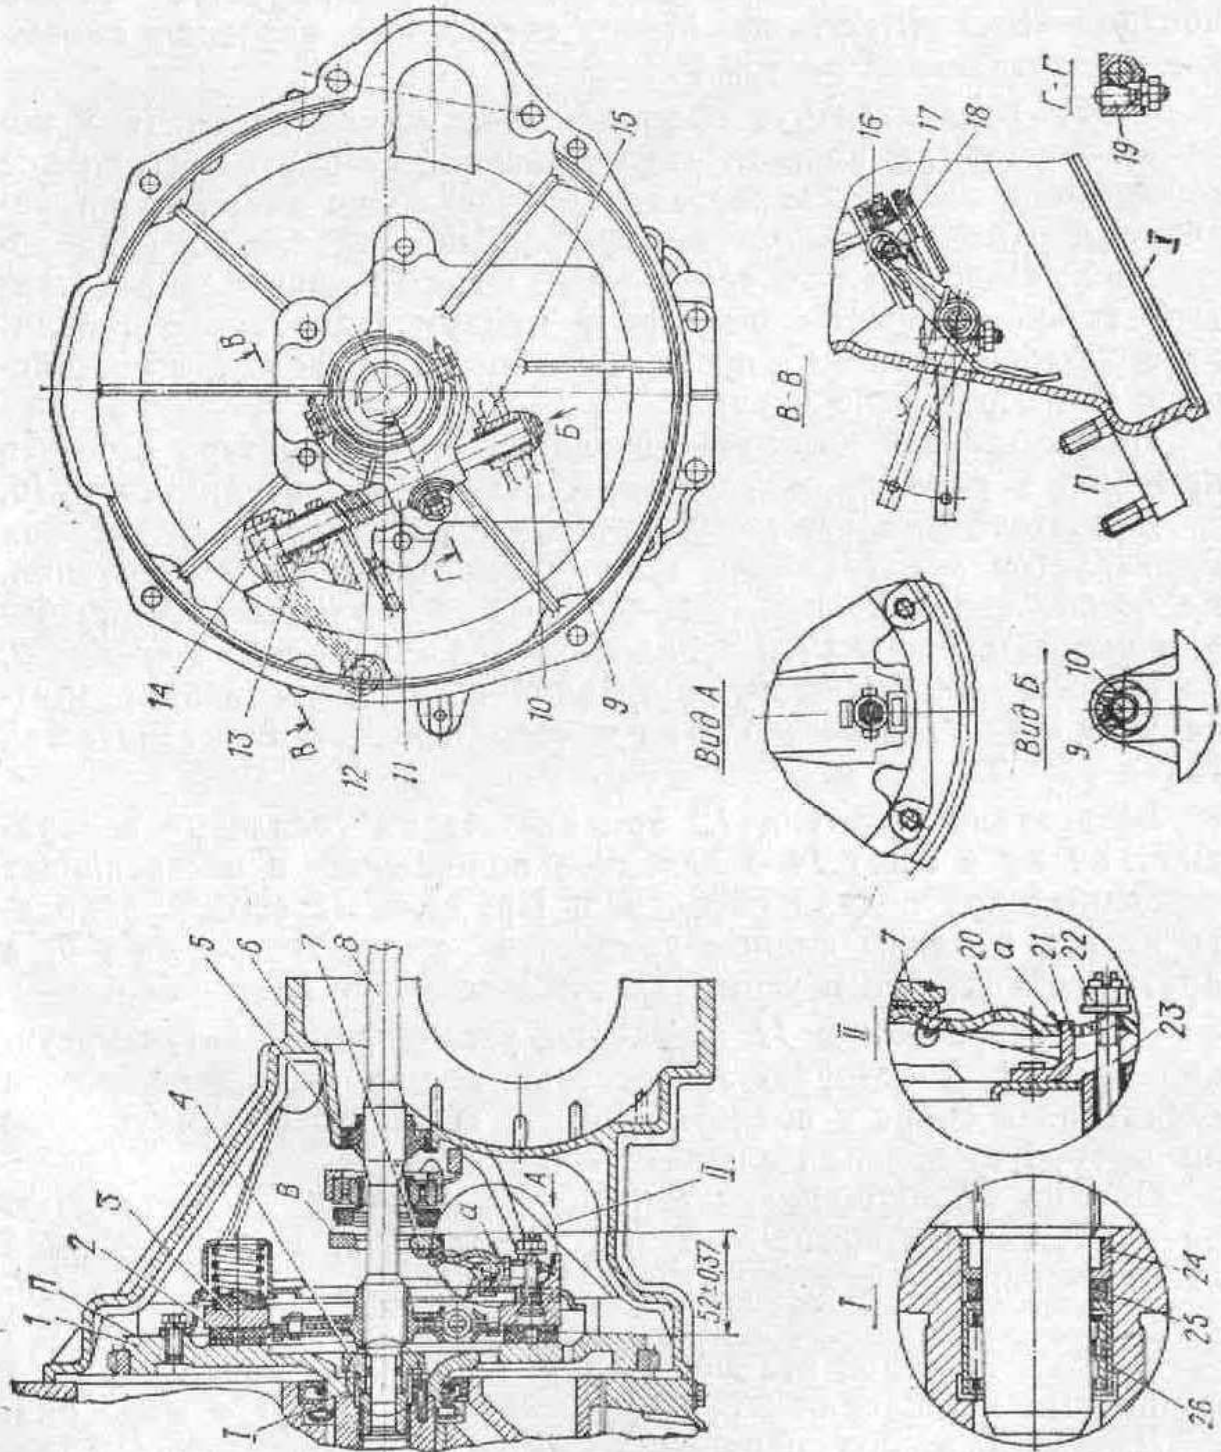
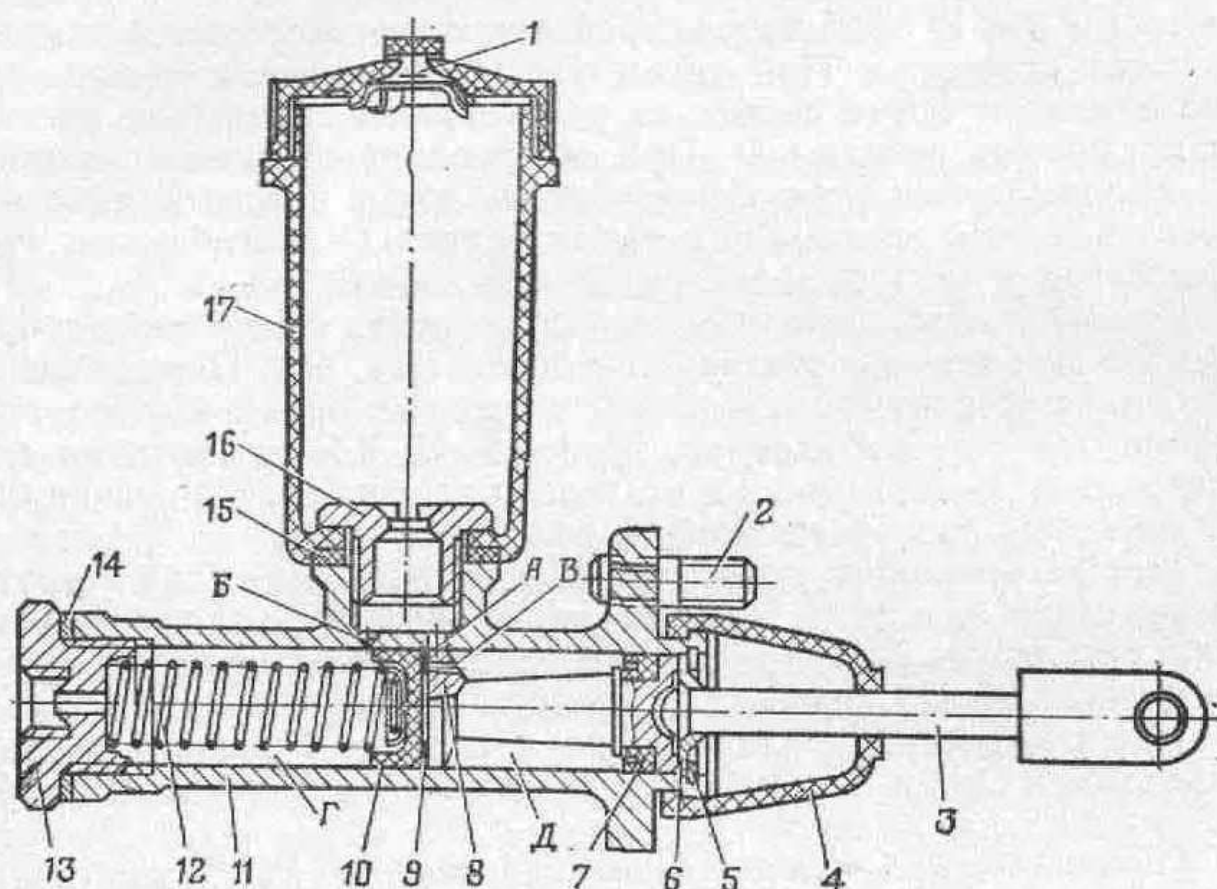
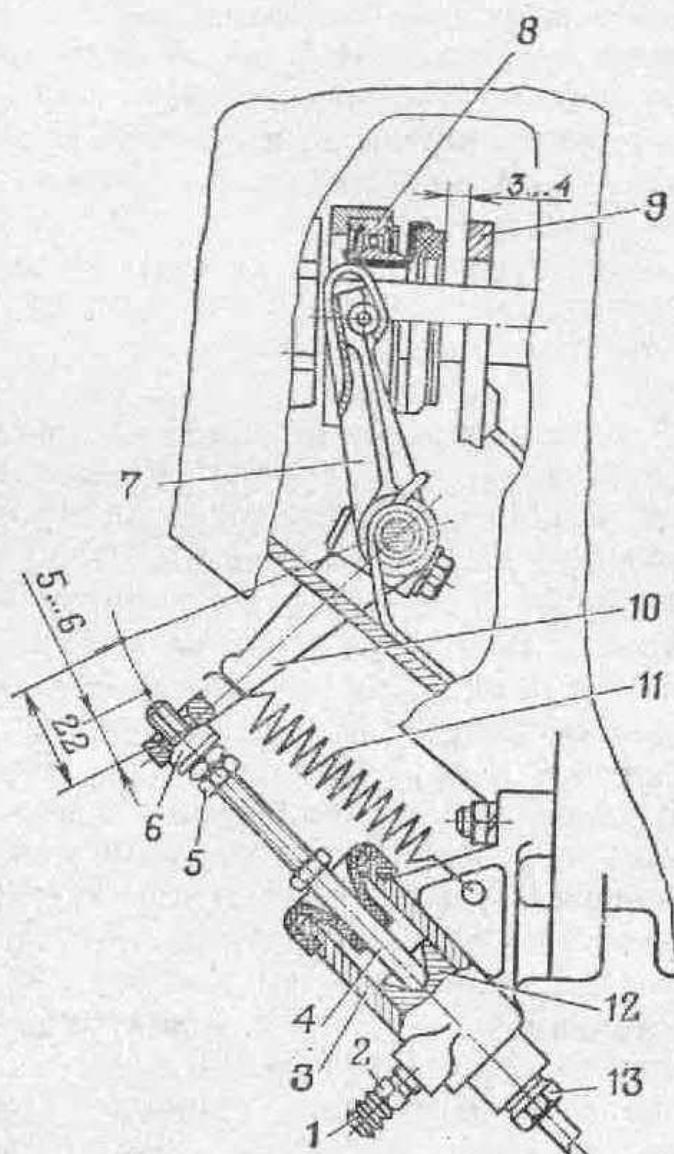

Рис. 53. Сцепление:
Рис. 56. Главный цилиндр привода сцепления:
Рис. 57. Привод включения сцепления:
**Сцепление состоит** из нажимного диска 3 (рис. 53) в сборе с кожухом и рычагами выключения сцепления, ведомого диска 2 и отлитого из магниевого сплава МЛ-5 картера 6 сцепления.
**Гидравлический привод сцепления** состоит из главного цилиндра, рабочего цилиндра и трубопроводов. Корпус 11 (рис. 56) главного цилиндра отлит из чугуна. С помощью двух шпилек 2 он закреплен на второй поперечине рамы. Внутренний диаметр корпуса равен 22 мм.
**Работа сцепления.** Когда педаль отпущена под действием нажимных пружин, ведомый диск 2 (рис. 53), зажатый между маховиком 1 и нажимным диском 3, вращается вместе с маховиком двигателя. Ось 14 вилки выключения сцепления с подшипником и педаль соответственно оттяжными пружинами и возвратной пружиной 12 удерживаются в крайнем заднем положении. Зазор между подпятником 8 (рис. 57) и пятой 9 определяет величину свободного хода наружного конца вилки 7 выключения сцепления.
При нажатии на педаль сцепления толкатель 3 (рис. 56) перемещает поршень 8 и сжимает пружину 12. Манжета 10 перекрывает перепускное отверстие Б, внутри цилиндра в полости Г создается давление и жидкость через отверстие в штуцере 13 и по соединительной трубке проходит в рабочий цилиндр, вызывая перемещение поршня, толкателя и связанного с ним рычага вилки выключения сцепления. Вилка 11
(рис. 53), поворачиваемая осью 14, перемещает вперед обойму 16 с подпятником и упирает его в пятау 7.
Дальнейшее перемещение пяты вместе с подпятником вызывает поворот отжимных рычагов 20 на упорных стойках 21. Пальцы 23 при этом преодолев сопротивление нажимных пружин, отводят нажимной диск 3 от ведомого 2. Прекращается передача вращения от двигателя к коробке передач. Оттяжная пружина 11 (рис. 57) рычага 10 при этом растянута.
При снятии усилия с педали сцепления она возвращается пружиной в исходное положение, а поршень 8 (рис. 56) главного цилиндра под действием пружины 12 перемещается вслед за толкателем 3 до упора в шайбу 6. При этом давление в системе падает.
Нажимной диск 3 (рис. 53) под действием нажимных пружин приближается к ведомому диску 2 и после соприкосновения с ним, вызывая перемещение пяты 7 и подпятника 17, постепенно выпрямляет пружинные пластины. Сцепление плавно включается.
Дальнейшее перемещение подпятника 17 (рис. 53) и связанной с ним оси 14 вилки с рычагом выключения сцепления происходит под действием оттяжной пружины 11 (рис. 57), которая постоянно прижимает толкатель 4 к поршню и перемещает последний в крайнее переднее положение. При движении поршня жидкость вытесняется из внутренней полости рабочего цилиндра и по трубке возвращается в полость Г (рис. 56) главного цилиндра.
Для обеспечения нормальной работы механизма сцепления и его привода свободный ход педали сцепления должен быть 28—43 мм. Для регулировки свободного хода педали снимите оттяжную пружину 11 (рис. 57) и, отодвинув вправо рычаг 10 вилки вместе с толкателем 4 до упора последнего в поршень 12, переместите рычаг 10 влево до упора подпятника 8 в пяту 9 отжимных рычагов. Ход рычага 10 относительно регулировочной гайки 6 толкателя 4 должен быть 5—6 мм, что соответствует зазору между пятой и подпятником 3—4 мм. В случае если ход рычага меньше, придерживая ключом толкатель 4, отпустите контргайку 5 и, поворачивая регулировочную гайку 6 и проверяя ход рычага, отрегулируйте его свободный ход, а затем законтрите регулировочную гайку 6 и наденьте оттяжную пружину 11.
**ЗАПРЕЩАЕТСЯ** регулировать свободный ход вращением гаек 22 (рис. 53). Это может привести к перекосу пяты 7 и отжимных рычагов 20, что в свою очередь вызовет при выключе-